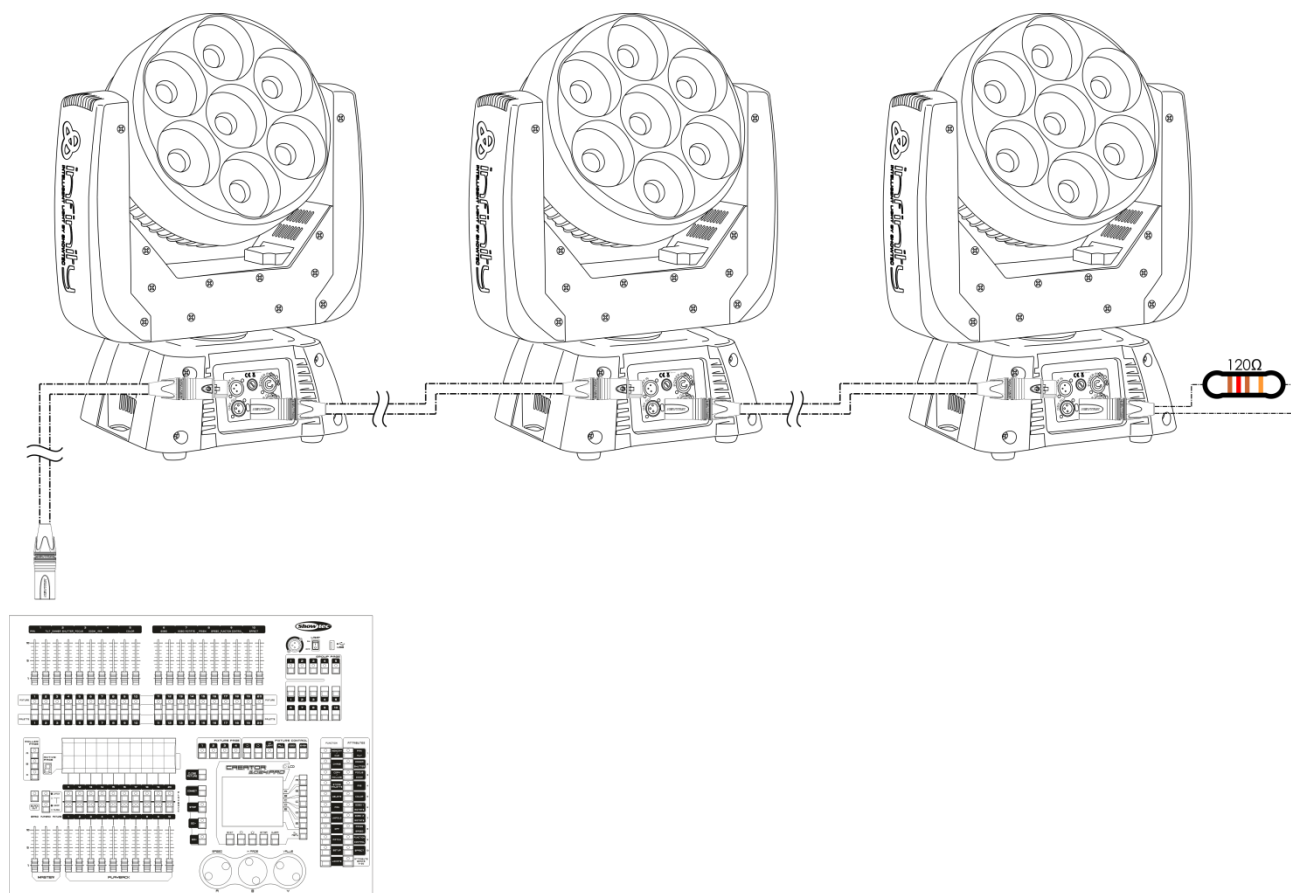

Fig. 04
- 04) Conecte las unidades entre ellas como se indica en la Fig. 04. Conecte un cable de señal DMX que vaya desde el conector DMX Out (salida) de la primera unidad al conector DMX In (entrada) de la segunda unidad. Repita este proceso para conectar las unidades segunda, tercera y cuarta entre ellas.